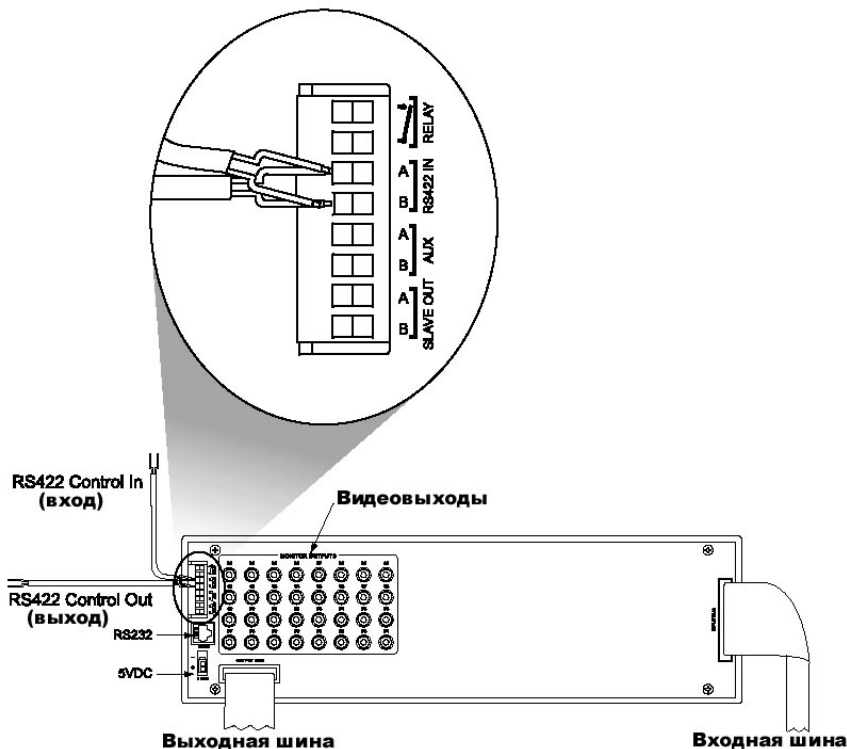

Рис. 13. Разъемы на задней панели блока KTD-440N.
- Шаг 3).** Подключите все кабели мониторов к соответствующим выходным BNC-разъемам. См. рис. 13.
- Шаг 4).** Снимите клеммную колодку с задней панели блока. См. рис. 13.
- Шаг 5).** Соблюдая полярность, подсоедините кабель/и линии управления 422, как показано на рис. 13.
- Шаг 7).** Соедините KTD-440N и другие блоки с помощью ленточных кабелей в соответствии со схемой конфигурации Вашей системы (и/или в соответствии со схемой системы) и рис. 13.